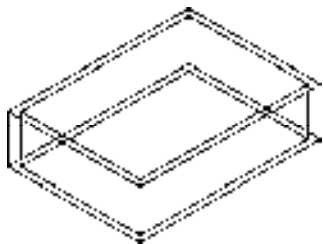

图 3-87 打开素材
1) 按〈Ctrl+O〉组合键，打开配套光盘提供的“第3章/3.3.3 改高度.dwg”素材文件，结果如图3-87所示。